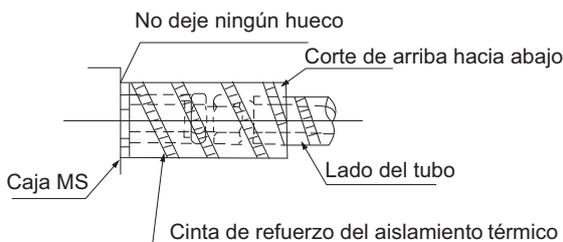

Fig.6-8
3. Para evitar la condensación, no deje ningún hueco entre el material aislante y el cuerpo de la unidad (Vea Fig.6-8).